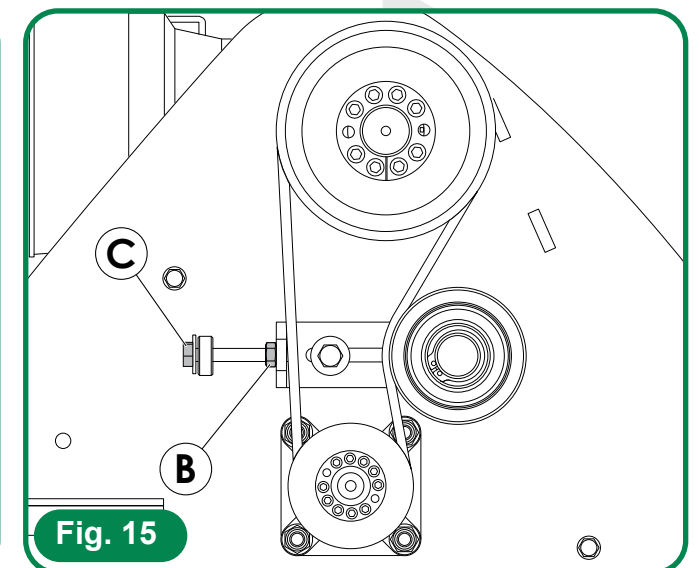

Fig. 15
- 2) Remmarnas korrekta spänning uppnås av den korrekta belastning som erhålls av muttern till remskivan (fig. 15)
Ladda ur remmarnas spänning enligt vad som beskrivs i stycket 6.1 (fig. 15).